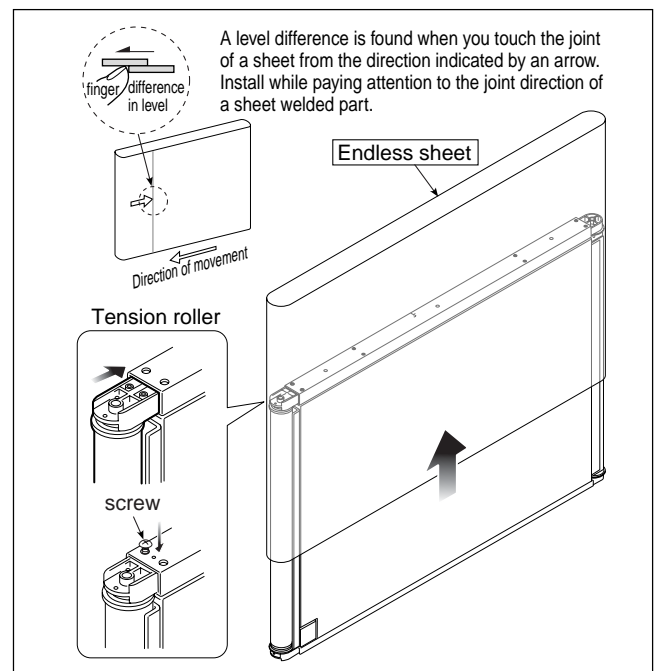

Fig. 5
5) Replace the Endless sheet. (See Fig. 5.)